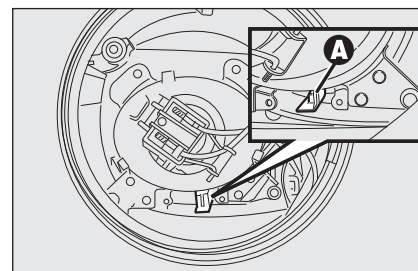

fig. 102
- déplacer latéralement le levier **A-fig. 102**;